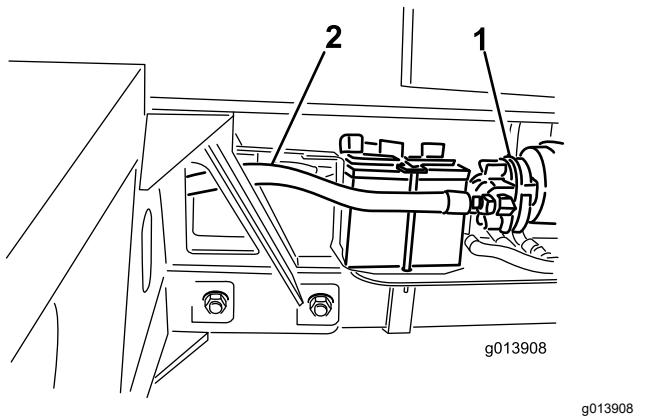

Bild 12
9. Schließen Sie den Hydraulikschlauch Nr. 4 an der Ansaugseite der Hydraulikpumpe an (Bild 12).